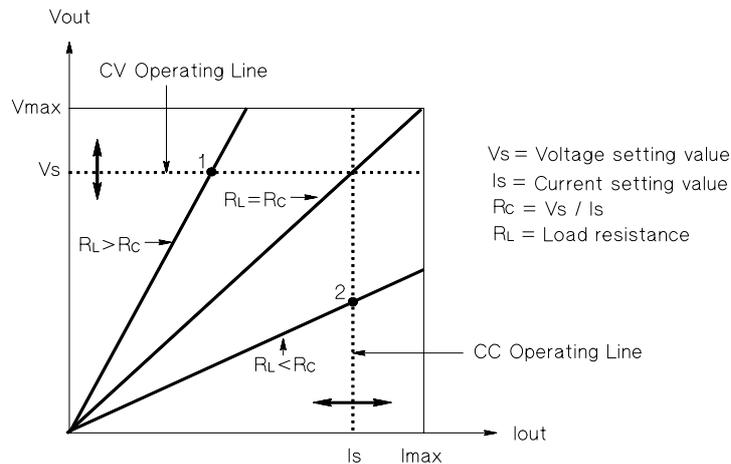

Abbildung 7-5. Ausgangscharakteristiken
Abbildung 7-5 zeigt die verschiedenen Betriebsarten der drei Ausgänge der Stromversorgung Agilent E3631A. Der Arbeitspunkt liegt entweder oberhalb oder unterhalb der Geraden $R_L = R_C$. Diese entspricht der Last, bei welcher die Ausgangsspannung und der Ausgangsstrom den programmierten Werten entsprechen. Überschreitet der Lastwiderstand R_L den Wert R_C , dominiert die Ausgangsspannung, da dann der Strom niedriger als der programmierte Wert ist. Man sagt dann, die Stromversorgung ist in der Betriebsart Konstantspannung (CV). Im Punkt 1 hat die Last einen höheren Widerstandswert (im Vergleich zu R_C), die Ausgangsspannung entspricht dem programmierten Wert, und der Ausgangsstrom liegt unterhalb des programmierten Wertes. Die Stromversorgung ist in der Betriebsart Konstantspannung, und der programmierte Stromwert dient als Strombegrenzung.